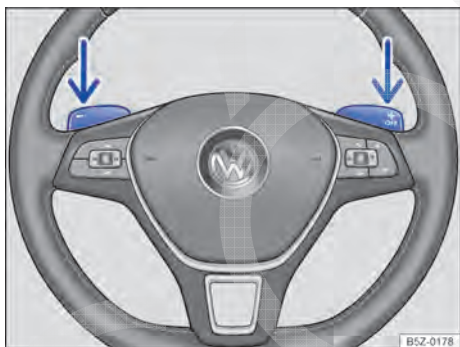

Fig. 101 Volante com dois seletores para troca de marcha no modo manual.
- No programa de condução **D**, **S** ou **M** (modo manual), acionar os seletores no volante → Fig. 101.
- **OU**: engatar com os seletores no volante → Fig. 101.